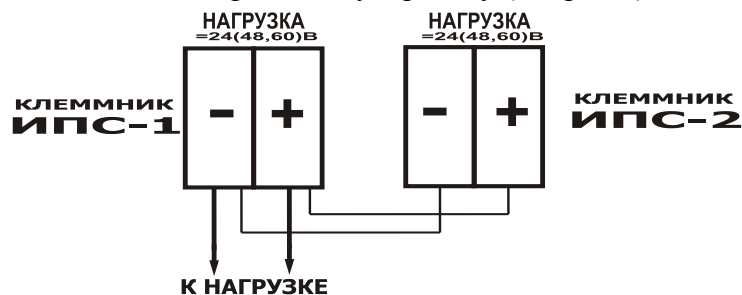

Рис.3
**5.9.** ИПС допускает включение на параллельную работу (см. рис.3)